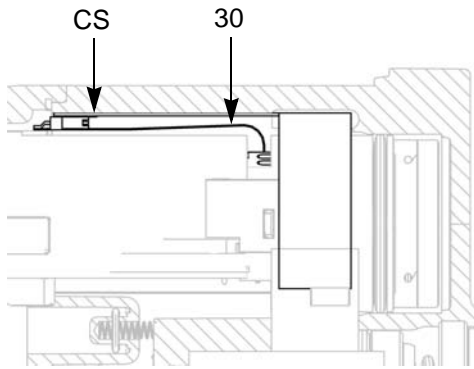

FIG. 26 . Raccordement du circuit flexible
8. Introduire l'alimentation électrique/la turbine dans le corps du pistolet (10). Assurez-vous que les barrettes de terre (EE) sont bien en contact avec le corps.
Pour les modèles Smart uniquement : alignez le connecteur du circuit flexible à 6 broches (30) avec la prise (CS) en haut du corps du pistolet. Consultez la FIGURE 26.